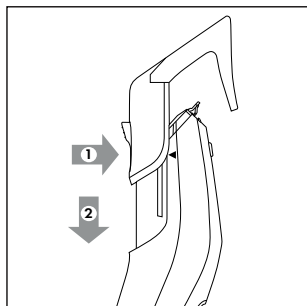

Abb. 2
- ◆ Zum Aufstecken eines Kammaufsatzes **10/11** drücken Sie diesen unterhalb des Scherkopfes **1** auf das Gerät. Achten Sie dabei auf die seitlichen Führungsschienen **3** links und rechts. Schieben Sie den Kammaufsatz **10/11** entlang der Führungsschienen **3** nach unten (siehe Abb. 2). Halten Sie dabei den Knopf hinten am Kammaufsatz **10/11** gedrückt.